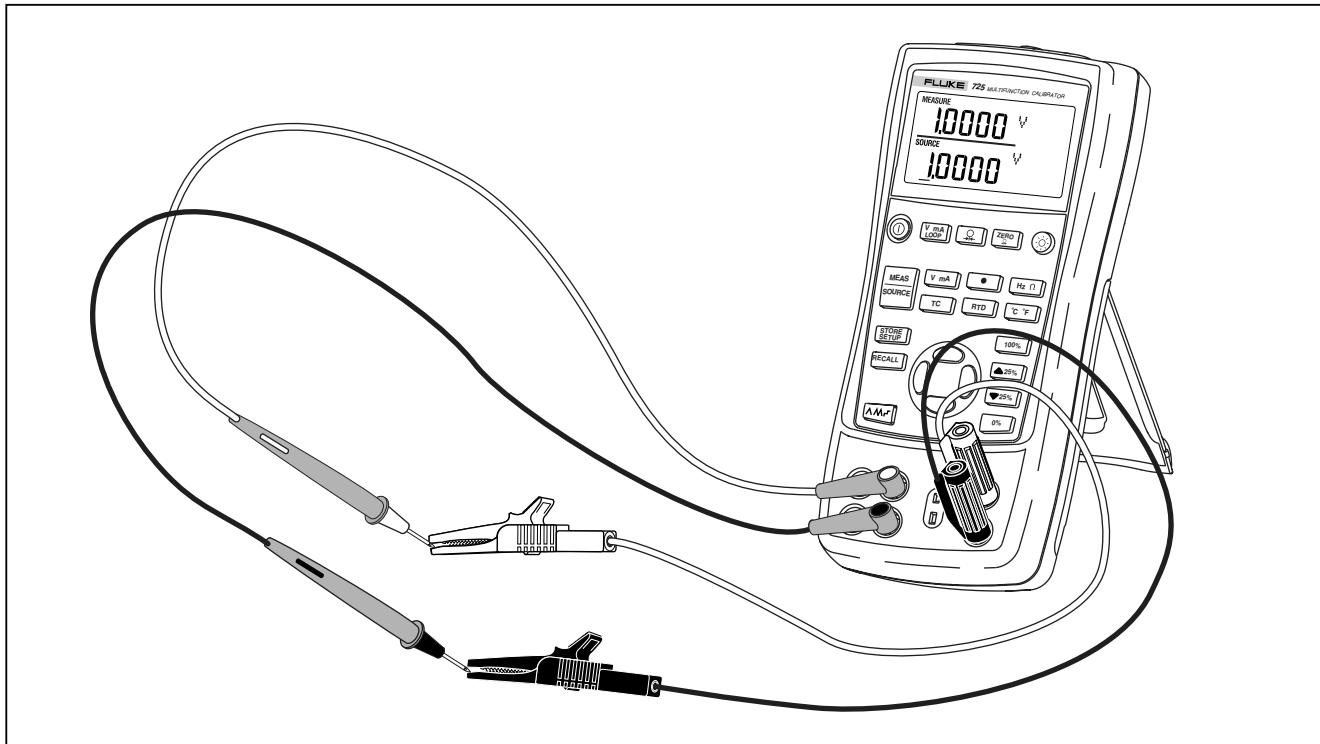

图 5. 电压-电压测试
1. 按图 5 所示把校准仪的输出电压端子接到它的输入电压插孔上。
2. 按① 打开校准仪。按 **V_{mA} LOOP** 选择直流电压（显示屏幕上部）。
5. 按① 或② 以选择改变一个数位。按 **▷** 选择输出值为 1 V。按住 **100%** 使 1 V 作为 0 % 的值。